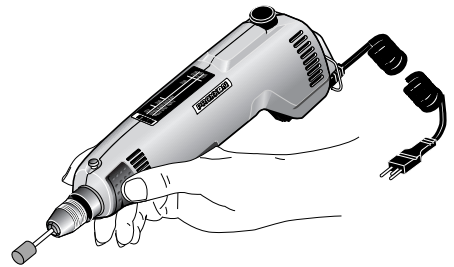

Fig. 3
2. Halten Sie das Gerät beim Fräsen oder Gravieren wie einen Kugelschreiber (Fig. 3), dabei die Lüftungsschlitze nicht verdecken.